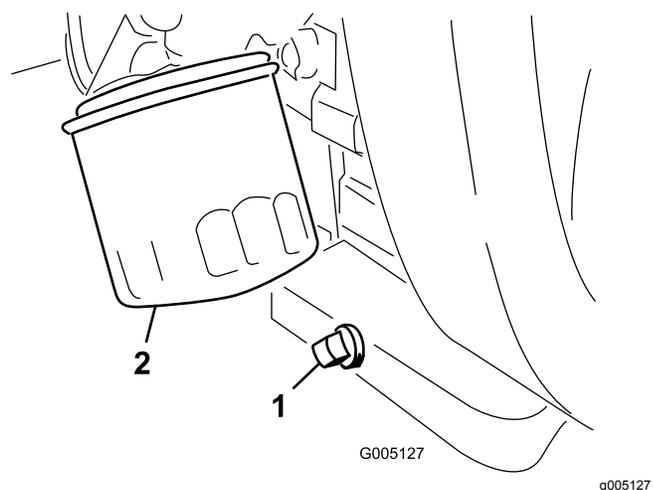

图27
1. 拆下排油塞图27让油流入放油盘。
2. 清洁排油塞的螺纹施用聚四氟乙烯密封材料然后安装排油塞图27。
3. 拆下机油滤芯图27。